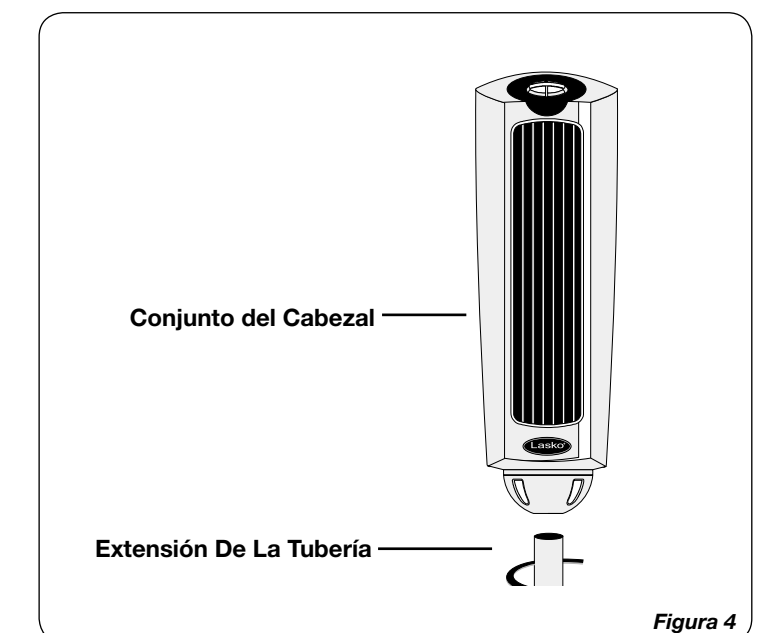

Figura 4
CONJUNTO DE LA CABEZA (Figura 4)
1. Coloque el Conjunto del Cabezal sobre el extremo del Extensión De La Tubería torciendo Conjunto del Cabezal abajo hasta que se siente en el Extensión De La Tubería. (Figura 4)